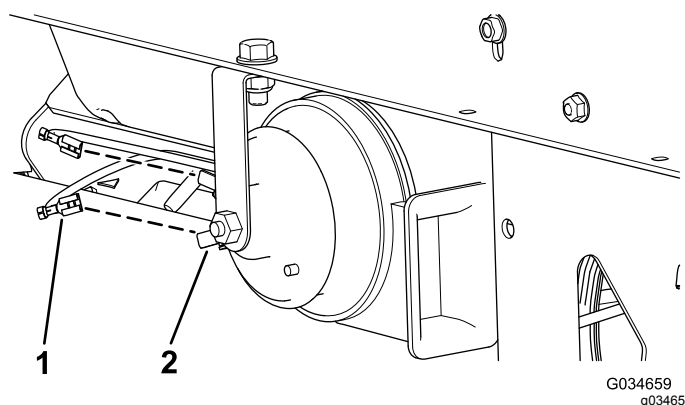

Figura 2
3. Conecte los 2 conectores hembra en el arnés de cables principal a los 2 conectores macho del claxon de 12 V (Figura 2).